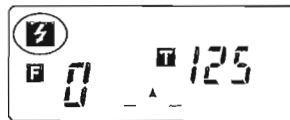

図24
- ① モード切り替えボタンを押してコードレス測定モードにします。(図24)
- ② フィルム感度とシャッター速度をセットします。